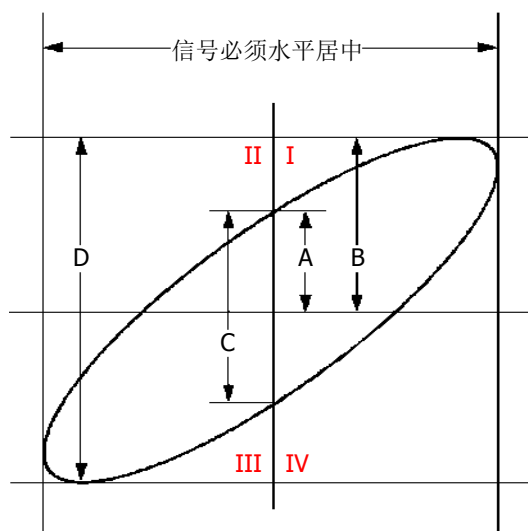

图 3-2 相位差的测量原理图
5. 观察上图的测量结果，并根据相位差测量原理图（图 3-2）可得 $A/B(C/D)=1$ ，即两个通道输入信号的相差角为 $\theta = \pm \arcsin 1 = 90^\circ$ 。